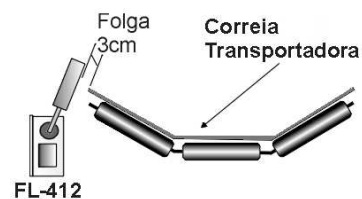

Fig 3
- Deve existir uma folga de 3 cm entre a correia e o rolete para evitar falsos sinais de desalinhamento. A correia deve atingir perpendicularmente o rolete em seu ponto médio. (fig. 3)